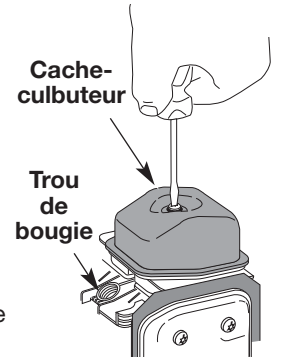

Fig. 28
- Nettoyez toute saleté autour du cache-culbuteur. Retirez la vis retenant le cache-culbuteur à l'aide d'un tournevis à lame plate large ou à mèche no. T-25 Torx® (Fig. 28). Enlevez le cache-culbuteur et le joint.